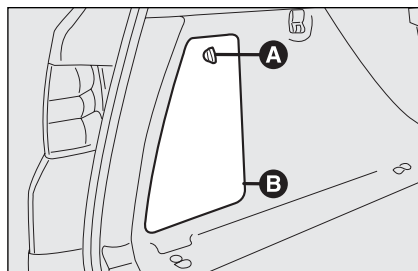

fig. 63
- ☐ tourner la poignée **A-fig. 63** de manière à ouvrir le volet **B**;